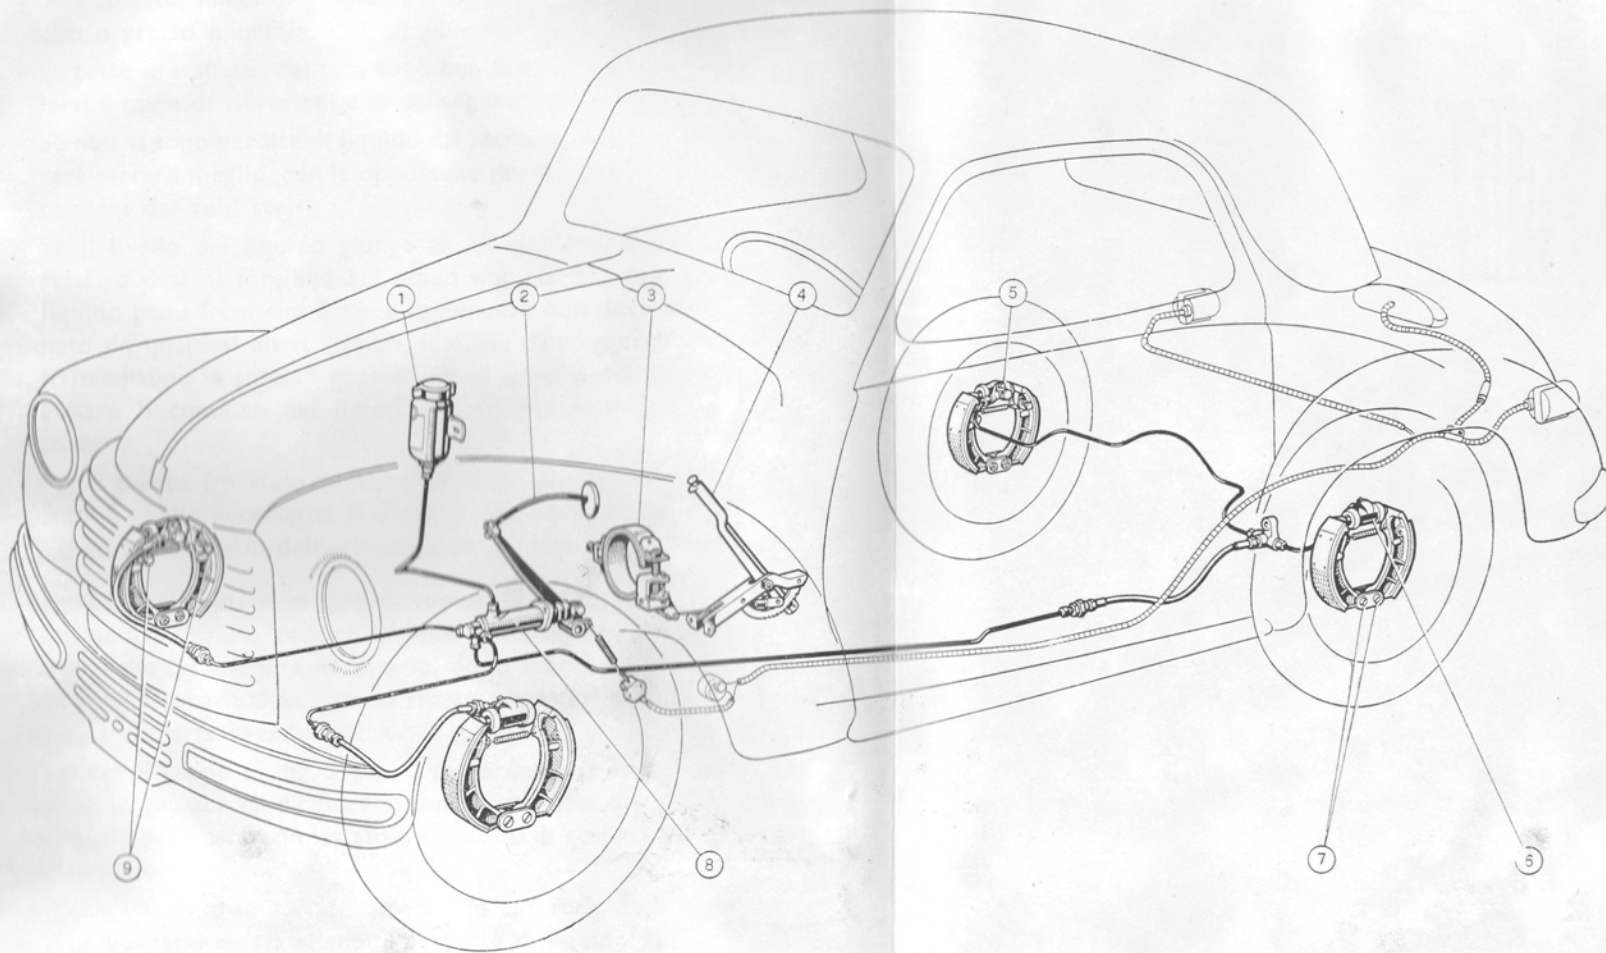

Fig. 39. - Schema dei freni idraulici alle ruote e meccanico sulla trasmissione.
- Sfilare il perno eccentrico inferiore d'articolazione di ciascuna ganascia freno (7, fig. 39) e rimontarlo ruotato di un dente o due, allo scopo di avvicinare la guarnizione al tamburo, fino a ridurre il giuoco, misurato all'estremità corrispondente della guarnizione, pari a 0,1 mm circa.
- Agire quindi sugli eccentrici superiori d'appoggio delle ganasce (9, fig. 39), in modo da portare a 0,3 mm all'incirca il giuoco fra guarnizione e tamburo, in corrispondenza degli eccentrici suddetti.
- Togliere il tappo (5, fig. 39) ed il raccordo fissati sul cilindretto di comando ganasce ed avvitare al loro posto uno speciale raccordo, sul quale deve essere innestato un tubetto di gomma per lo scarico del liquido.